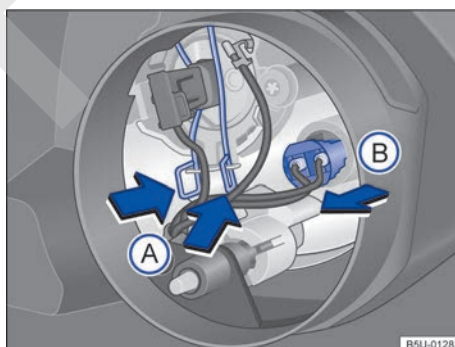

Fig. 188 Acceso a la lámpara incandescente del farol alto/de largo alcance y luz de posición.
5. Comprimir ambos lados del resorte de bloqueo separadamente ⇒ fig. 188 flechas  contra la lámpara, desplazar el resorte para desbloquear la lámpara.
4. Retirar el portalámpara ⇒ fig. 188  en el sentido de la flecha.